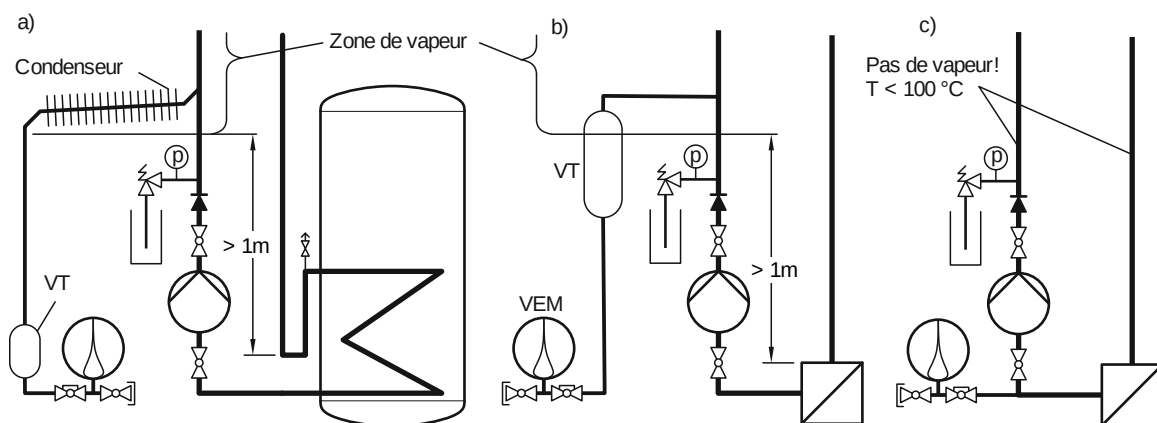

Figure 3 Tuyauterie et robinetterie dans le local technique.
- Si la vapeur peut pénétrer jusque dans le local technique, la portée de la vapeur doit être limitée comme l'illustre la figure 3 a) par un condenseur ou b) par un vase tampon (VT). Afin de protéger la pompe, la conduite d'expansion doit être raccordée **côté pression**.
- Comme l'illustre la figure 3 c), le vase d'expansion (VEM) doit **impérativement** être raccordé au circuit du côté de l'aspiration de la pompe dans la mesure où ni la vapeur, ni les condensats chauds ne puissent atteindre la pompe.